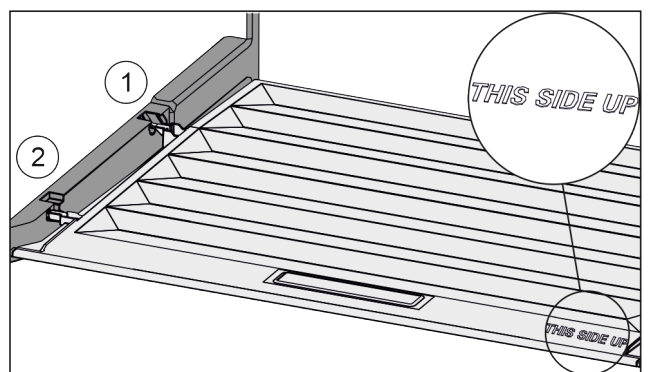

Fig. 81
- ▶ Deckelstege über Öffnung der hinteren Halterung Fig. 81 (1) einführen und vorne in Halterung Fig. 81 (2) einrasten.